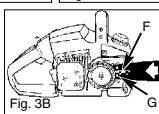

Fig. 3E
4. Positionner le guide-chaîne sur les 2 goujons (F) de manière à ce que LE TENON (la vis de tension) puisse pénétrer dans le trou (G) en bas du guide-chaîne. (Fig. 3E)